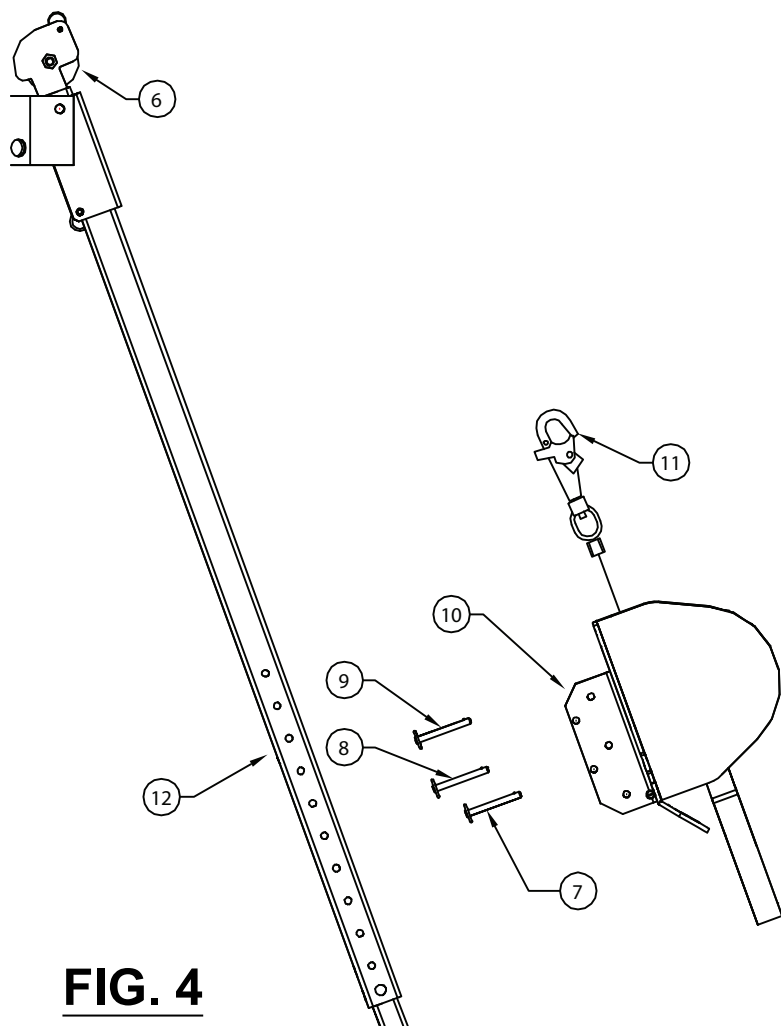

FIG. 4
2. Retirer les goupilles de montage de treuil [7], [8] et [9] des supports de treuil [10] de façon à ce que le câble [11] se détache du treuil comme indiqué (voir Fig. 4).